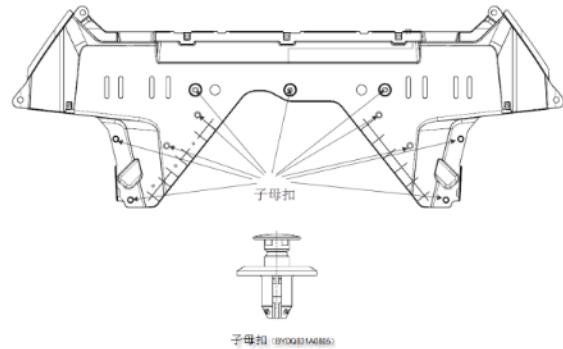

图 2-17
- (2) 用一字螺丝刀拆除发动机挡泥板与横梁连接的 3 个子母扣，与支架连接的 4 个子母扣，与底盘连接的 4 个子母扣。如图 2-17 所示；